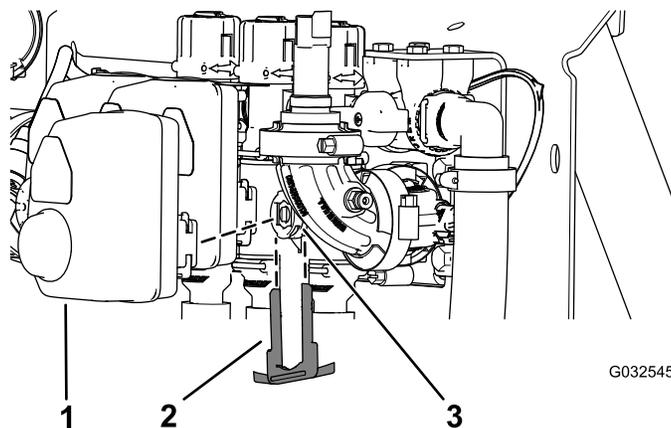

Figure 103
- Retirez l'étrier qui fixe l'actionneur à la valve du collecteur pour la vanne de section ou la vanne d'agitation (Figure 103).